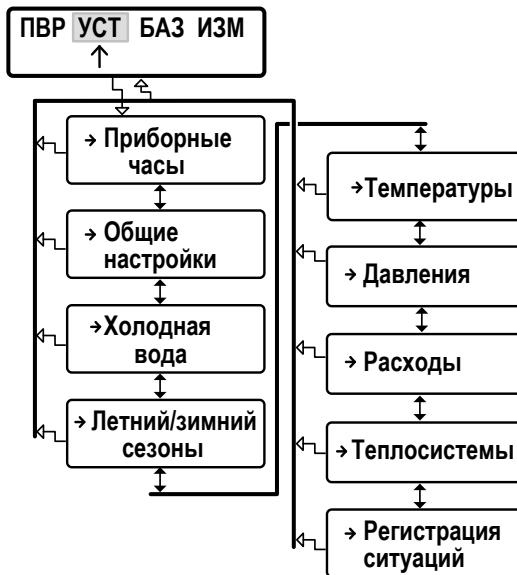

Рис.6. Структура меню «УСТ».
5.3.2.1. Для входа в подменю установочных параметров (рис.6) необходимо в основном меню кнопками установить курсор под пунктом **УСТ** и нажать кнопку . Возможные переходы в подменю показаны на рис.6.